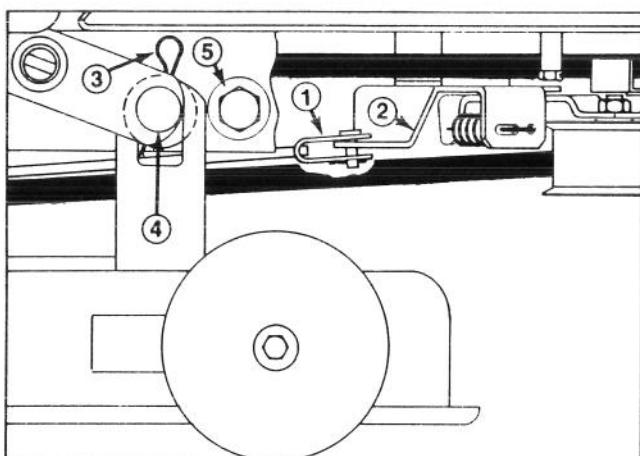

Fig. 14
1. Girate lentamente in senso orario la valvola della miscela del minimo, fin quando si chiude appena (Fig. 14). Non giratela troppo, o la danneggerete.
9. Rimuovete la coppia ed il perno con testa che fissano il tirante del freno dell'apparato falciante alla staffa del tenditore (Fig. 14).
10. Rimuovete le due (2) caviglie e le rondelle che fissano la sede del tosaerba ai perni di montaggio (Fig. 14). Afferrate la sede del tosaerba e spostatela di fianco fin quando scivola fuori dai perni, quindi spostatela in avanti per far sì che gli attacchi anteriori cadano.
5. Rimuovete le viti mordenti, i fermi ed i dadi autobloccanti che fissano gli arresti dell'apparato falciante a ciascun lato del telaio del tosaerba (Fig. 14). Fate scorrere indietro la sede del tosaerba per allentare la tensione della cinghia.